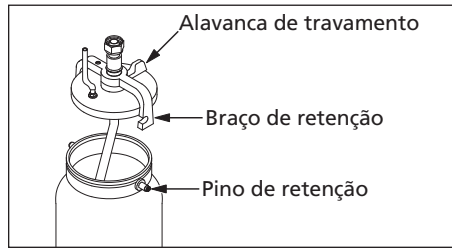

Figura 7 - Travamento do recipiente
- Mova a alavanca de travamento no sentido horário para travar (Veja a Figura 7).